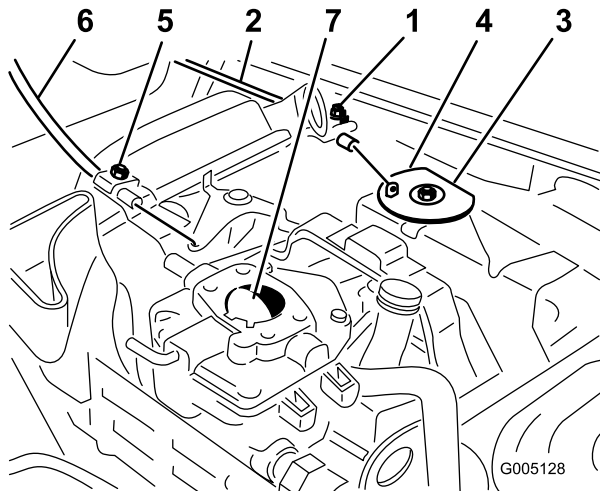

Bild 35
1. Lockern Sie die Klemmschraube des Bowdenzugs, mit der dieser am Motor befestigt ist (Bild 35).
3. Ziehen Sie fest am Bowdenzug, bis die Rückseite der Schwenkplatte den Anschlag berührt (Bild 35).
3. Ziehen Sie fest am Chokezug, bis die Choke-Drosselklappe ganz geschlossen ist; ziehen Sie dann die Klemmschraube des Chokezugs fest (Bild 35).